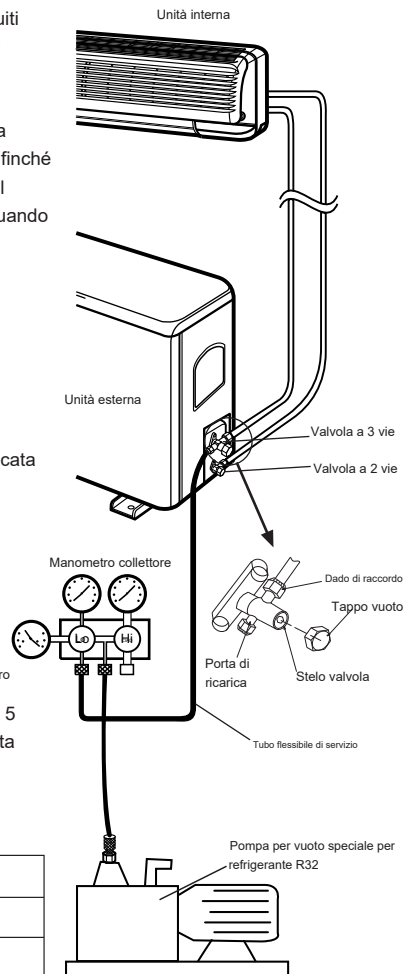

Fig.6
1. Controllare che i collegamenti delle tubazioni siano stati eseguiti correttamente collegato, rimuovere il tappo della porta di carica e collegare il manometro e la pompa per vuoto alla valvola di carica tramite i tubi di servizio come mostrato nella Fig.6.